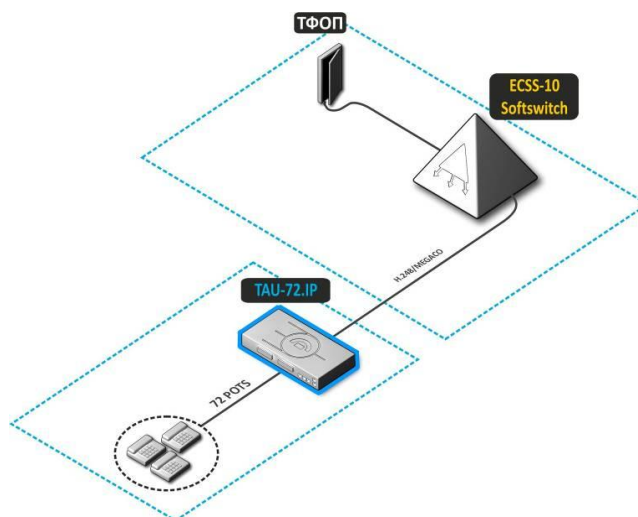

Рисунок 1 – Абонентский вынос TAU-72.IP/TAU-36.IP
**Абонентский вынос.** В этом случае устройство выполняет функции шлюза доступа в IP-сеть для аналоговых абонентов, рисунок 1.